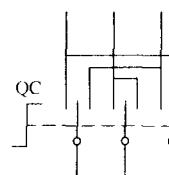

图1-5 有限位组合开关在电路中的图形
2. 有限位型组合开关 有限位型组合开关指的是组合开关的手柄在正、反转动时，其转动位置是受限制的。有限位型组合开关又称“倒顺开关”，它分为三档，即“停”、“正转”、“反转”档。通常情况下，“停”档在中间位置，从“停”档扳向“正转”档位置，组合开关手柄转动45°机械空间角度，电路上接通负载（电动机）的正转电源；从“停”档扳向“反转”档位置时，组合开关向相反的方向转动45°机械空间角度，在电路上接通负载（电动机）的反转电源。有限位型组合开关的图形符号及文字符号如图1-5所示。